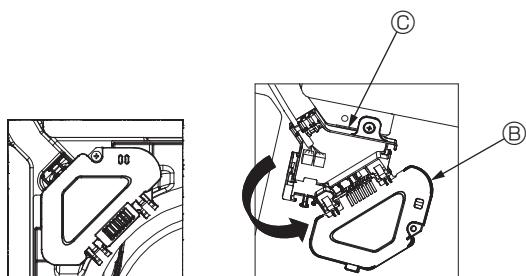

Fig. 7-5
- ③ Rimuovere la vite di fissaggio del coperchio della scatola di connettori, quindi aprire il coperchio. (Fig. 7-5)
- ④ Inserire il connettore del cavo di giunzione nella scatola dei connettori.
- ⑤ Rimontare il copricavi e il coperchio della scatola dei connettori.